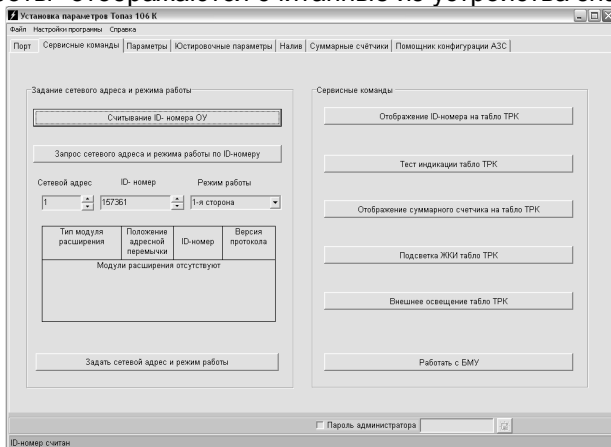

Рисунок 1
7.2.2 На вкладке "Сервисные команды" производится настройка сетевых адресов и режимов работы рукавов устройства по их ID-номерам (рисунок 1).